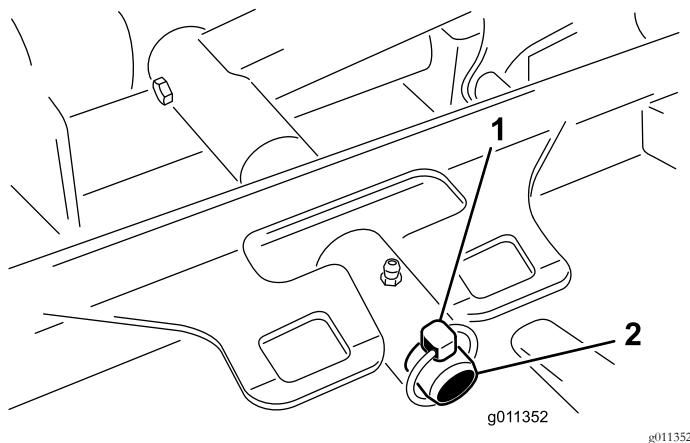

Bild 70
2. Entfernen Sie den Klappstecker oder die Befestigungsmutter (nur Modell 30874), mit dem bzw. der der Mähwerkträgerrahmen am Lagerbolzen des Hubarms befestigt ist (Bild 70).
2. Schieben Sie den Trägerrahmen des Mähwerks auf den Lagerbolzen des Hubarms (Bild 70). Befestigen Sie das Mähwerk mit dem Klappstecker (oder der Befestigungsmutter, Modell 30874) am Lagerbolzen.